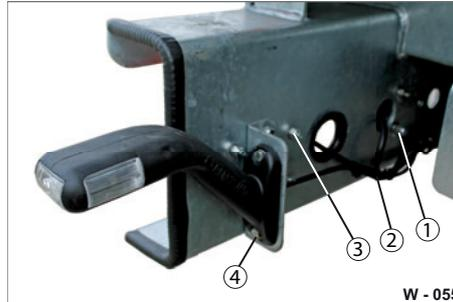

Abb. 54 Heckbeleuchtung, Befestigung
- ▶ Lösen Sie die entsprechende Schraubverbindung (Abb. 54/1, 3, 4).
- ▶ Trennen Sie den entsprechenden Verbindungskabel (Abb. 54/2).